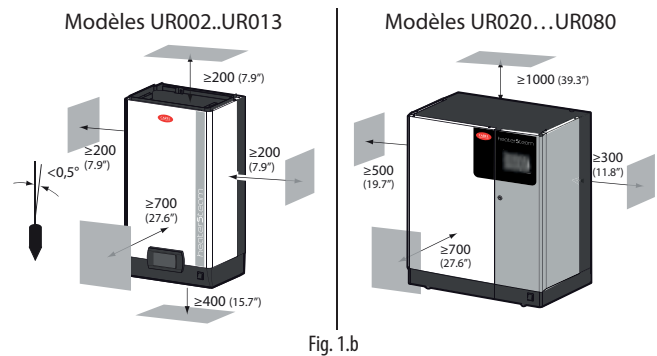

Fig. 1.b
- positionner l'humidificateur verticalement, utiliser un niveau à eau pour garantir l'orthogonalité, avec le soubassement, observer les espaces minimums (voir fig. 1.b) pour permettre les opérations d'entretien nécessaires.